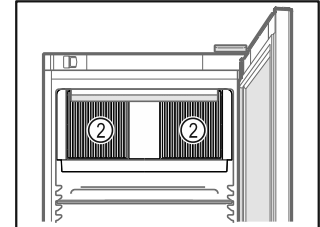

Fig. 60
- Διατηρείτε ελεύθερες τις σχισμές αερισμού Fig. 60 (2) του ανεμιστήρα στο εσωτερικό.